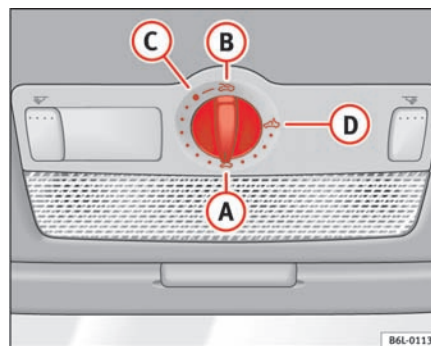

Fig. 53 Udsnit af loftet: drejekontakt til skyde-/vippetag
- Drej kontakten til position A ⇒ fig. 53 ⇒ ⚠.